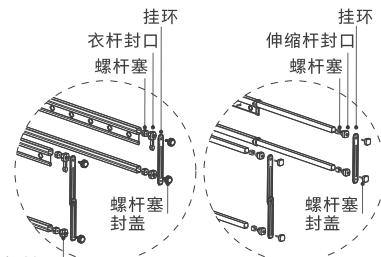

图7
2. 如图7（左为Pi-AA0，右为Pi-AB0），拧出衣杆、被杆或伸缩杆封口组件螺杆塞封盖，依次装入螺杆塞、衣杆封口（被杆封口或伸缩杆封口）、挂环、螺杆塞封盖，并锁紧螺杆塞封盖螺丝。